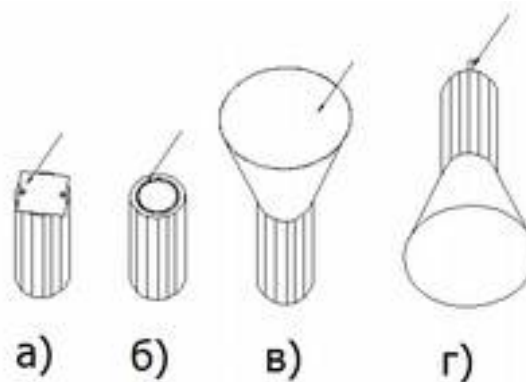

Рисунок 3 – Сборка светильника.
1. Открутить защитный деревянный лист от радиатора светильника (рисунок 3, а).
2. Снять защиту со светоблока (пластиковое кольцо или фанера с отверстием) (рисунок 3, б).
3. Аккуратно установить колпак светильника на радиатор и зафиксировать его комплектными саморезами с шайбами (рисунок 3, в).
4. Перевернуть собранный светильник и установить рым-болт (рисунок 3, г).